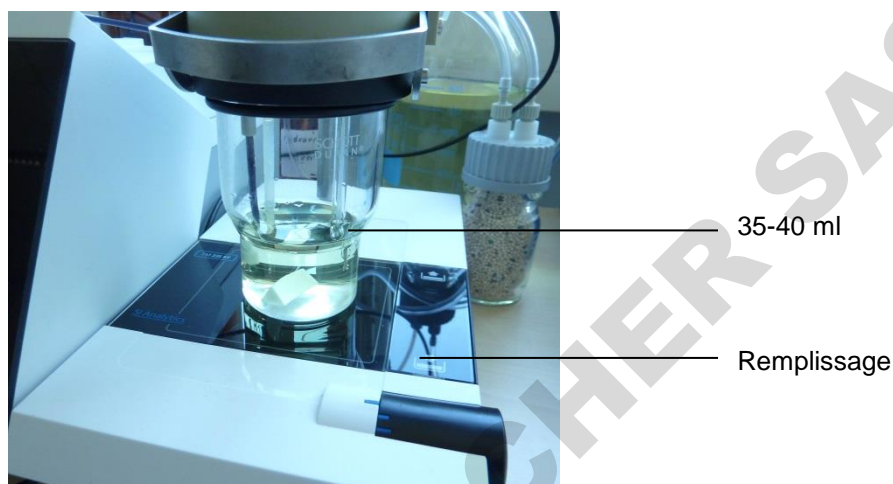

Fig. 31
**i** Aspirer le solvant dans le récipient de titrage jusqu'à ce que la pointe de titrage et l'électrode soient complètement immergées. Il faut environ 35 à 40 ml de solvant (Fig. 31).